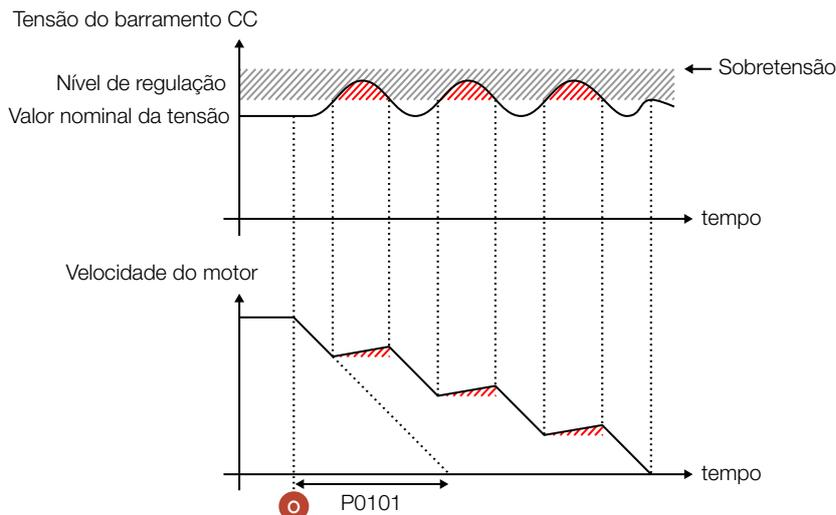
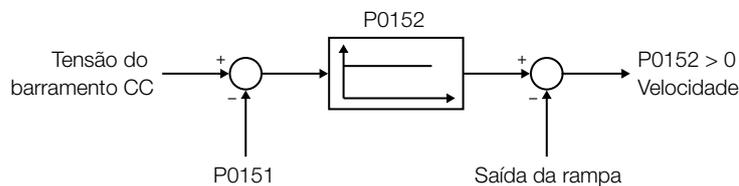

Figura 5.16 – Desaceleração com holding de rampa
Figura 5.17 – Diagrama de blocos da regulação da tensão do barramento CC
Holding de rampa - Quando a tensão do barramento CC atingir o nível de regulação durante a desaceleração, o tempo da rampa de desaceleração é estendido e é mantida a velocidade em um valor constante, até o momento que a tensão do barramento CC saia do nível de atuação. Consulte a Figura 5.16 na página 5-23. Essa regulação da tensão do barramento CC (holding de rampa) tenta evitar o bloqueio do inversor por erro relacionado a sobretensão no barramento CC, quando ocorre a desaceleração com cargas de alta inércia ou com tempos de desaceleração pequenos.
Quando a tensão do barramento CC atingir o nível de regulação durante a desaceleração, o tempo de desaceleração é estendido e o motor é acelerado até o momento que a tensão do barramento CC saia do nível de atuação. Consulte a Figura 5.16 na página 5-23 e a Figura 5.17 na página 5-23.
- Consulte o P0151 (com controle V/f) e a Figura 5.17 na página 5-23.